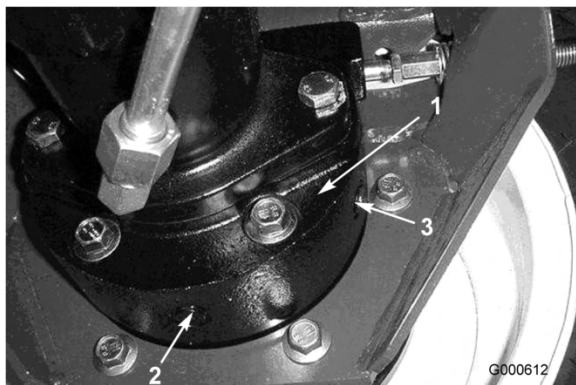

Figura 46
3. Coloque otro recipiente debajo del alojamiento del freno en el otro lado de la rueda (Figura 46).